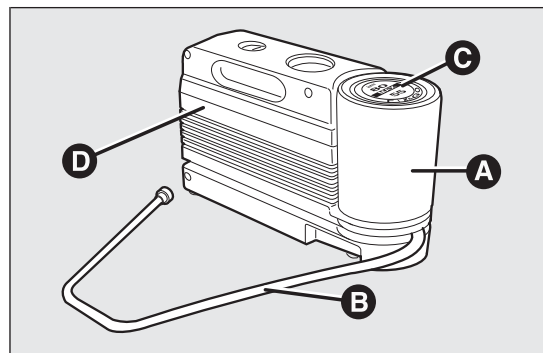

fig. 102
Le kit fig. 102 comprend :
- un compresseur D fig. 102 muni d'un manomètre et de raccords, qui se trouve dans le compartiment ;